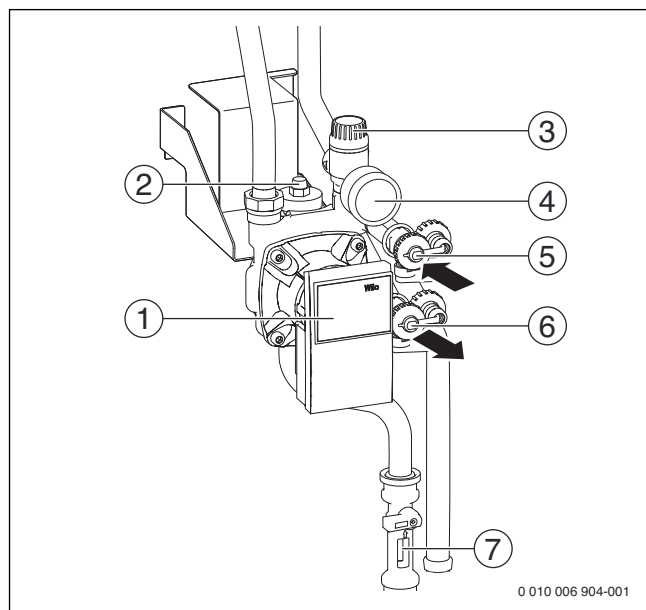

Fig. 71 Aperçu du groupe solaire
- ▶ Raccorder le dispositif de remplissage comme représenté dans la fig. 71.
- ▶ Ouvrir les robinets de remplissage et de vidange. (→ fig. 71, [5] et [6]).
- ▶ Pendant la purge, brider plusieurs fois rapidement le robinet de remplissage et de vidange côté aspiration (→ fig. 71, [6]), puis l'ouvrir rapidement entièrement. Les bulles d'air qui se sont accumulées dans la conduite peuvent ainsi se résorber.